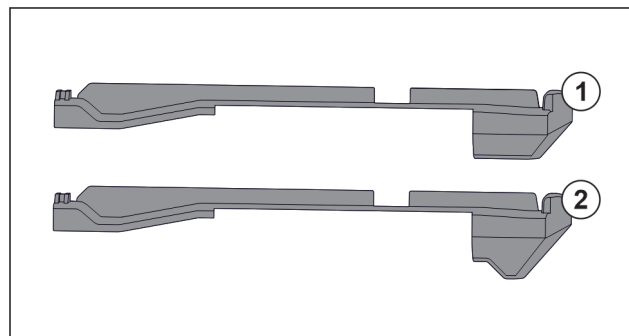

Fig. 149 Confronto degli elementi inseribili
Nell'apparecchiatura si trovano due diversi elementi inseribili. L'elemento inseribile sopra il cassetto più in basso Fig. 149 (2) presenta un bordo triangolare. Tutti gli altri elementi inseribili Fig. 149 (1) dispongono di un bordo diritto.
- Applicare l'elemento inseribile Fig. 149 (2) con il bordo triangolare sopra il cassetto più in basso.
- Applicare l'elemento inseribile Fig. 149 (1) con il bordo diritto su tutti gli altri punti.